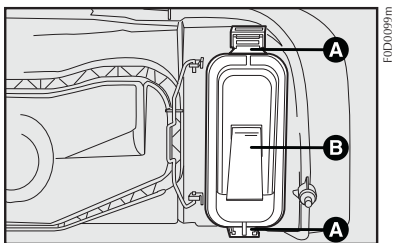

fig. 16
- 2) Desengatar as presilhas **A-fig. 16** e remover a tampa **B**;
- 5) Colocar a nova lâmpada, remontar o porta-lâmpada e a tampa **B-fig. 16**.
- 5) Após substituir a lâmpada, remontar o porta-lâmpada e a tampa **B-fig. 16**.